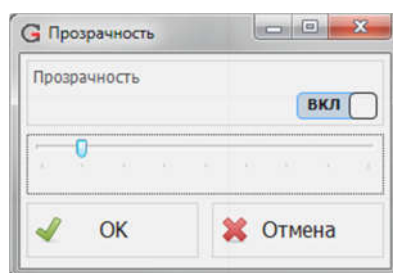

Рисунок 2.55 – Регулировка эффекта «Прозрачность»
2.3.2.5.5 Эффект «Прозрачность» может быть применен ко всем дочерним окнам ПО «Graphit P4M» и отключен по умолчанию. Глубина эффекта прозрачности регулируется ползунком в соответствующем окне (рисунок 2.55).